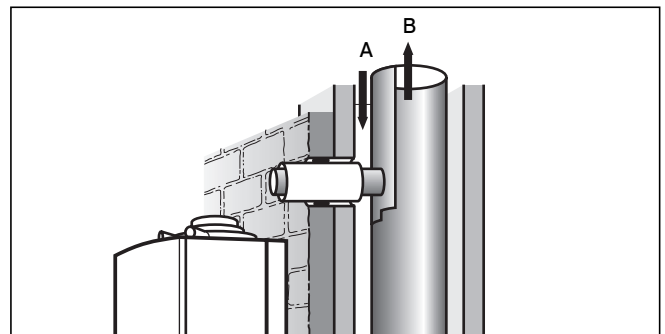

Abb. 6.12 Abgasrohr auf Länge kürzen und Luftrohr einsetzen
- Erstellen Sie am LAS einen Anschluss gemäß Abb. 6.12 und entsprechend den Montagemaße in Kapitel 3. Diese Abmessungen erlauben die seitliche Geräteinstallation oder die Installation unmittelbar an der Vormauerung.